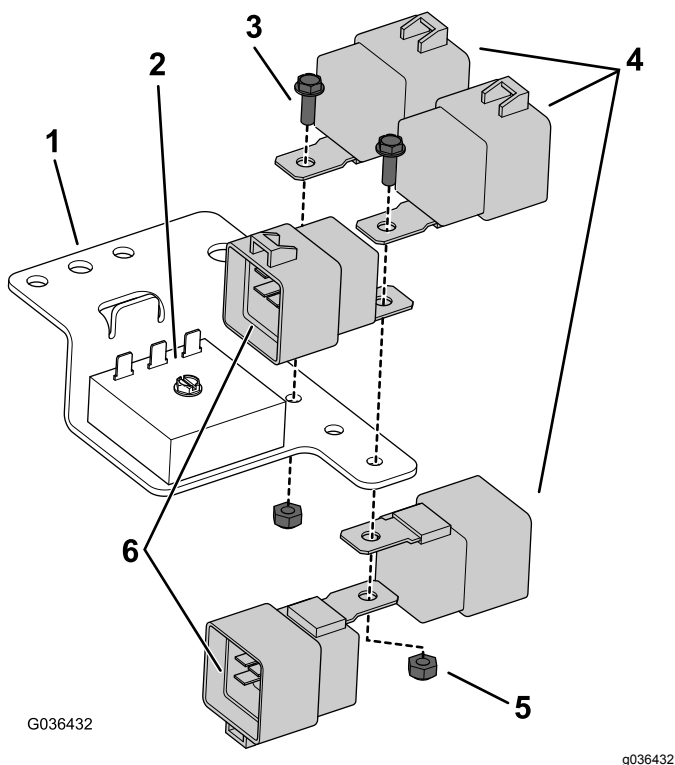

Figura 26
- 1. Instale los 5 relés en el soporte con 2 pernos (10"-24 x 0,56") y 2 contratueras (Figura 26).
- D. Enchufe los 3 conectores del arnés de cables de la carcasa y los 2 conectores del arnés de cables de demora de elevación en los 5 relés montados previamente en el soporte de los relés. Consulte la Figura 26 para ver la orientación correcta.